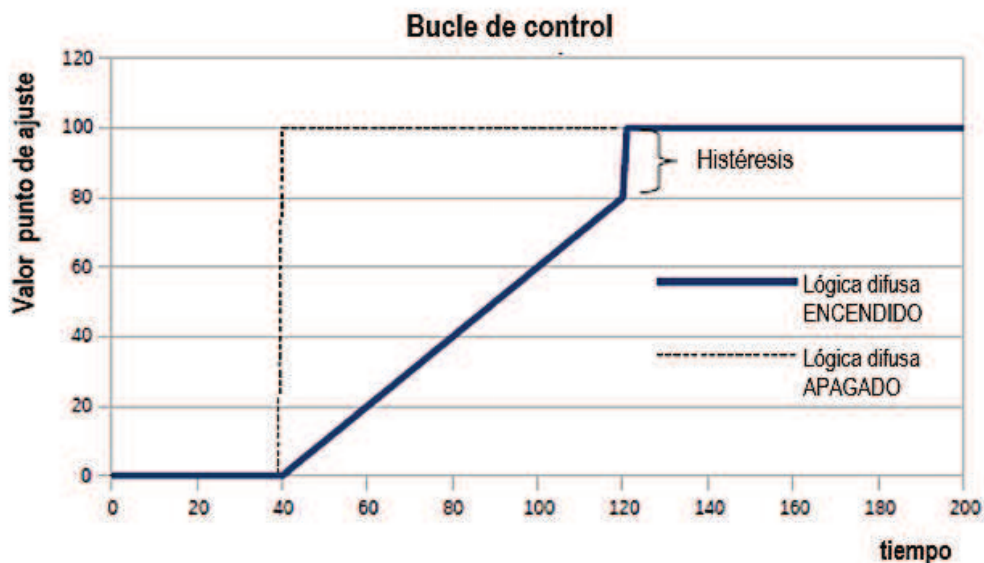

Fig. 7.119. Comparación de la respuesta del controlador al cambiar el valor del punto de ajuste con y sin uso del bloque lógico difuso
- **Histéresis**: define el valor de la histéresis (ver Fig. 7.119),